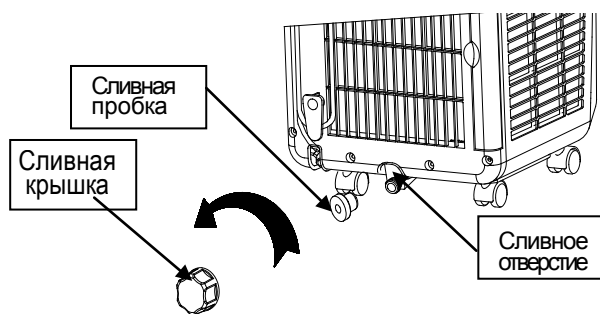

Рисунок 11
1). Открутите сливную крышку в направлении, показанном стрелкой, и извлеките сливную пробку (рисунок 11);